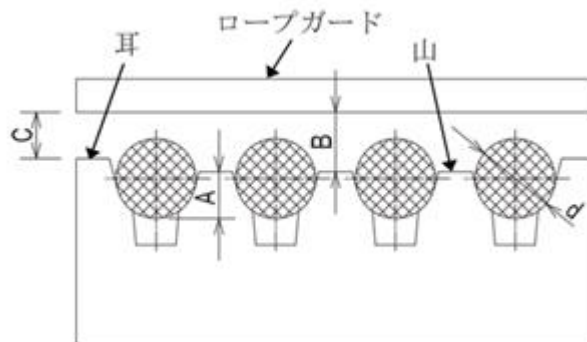

図 5-2：ロープガード取付け寸法
- ① 取付け状態の変化や条痕、及び亀裂等の異常がないこと。
- ② 綱車のロープ溝に規定値以上の摩耗^{※1}、及びロープスリップ等の異常がないこと。
- ③ 軸受に異常音、及び異常振動等がないこと。
- ④ ロープとロープ外れ止め間の際間寸法は図 5-2、及び表 5-2 の基準を満たし、ロープ外れ止めの干渉等の異常がないことを確認すること。